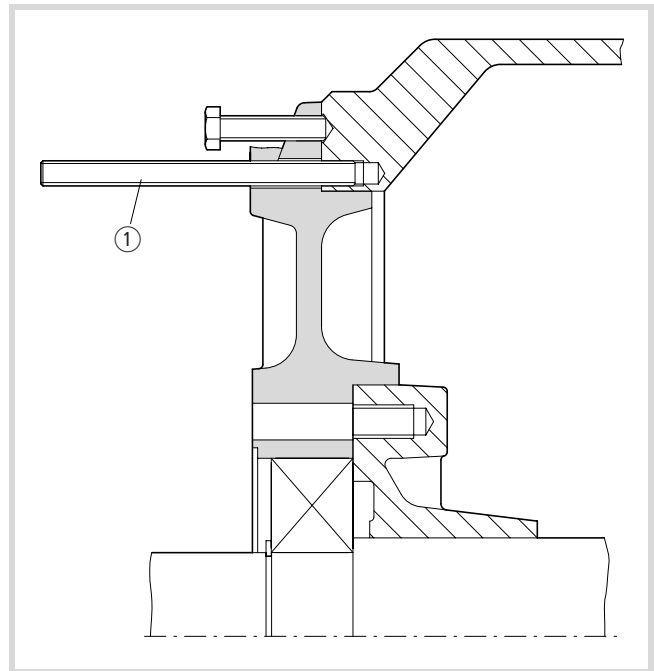

Figure 10 : Extraction du flasque du roulement
- ▶ Bloquez le flasque en insérant par exemple des goujons ① dans les trous des vis.
- ▶ A l'aide des trous de passage des vis vérins, sortez le flasque du centrage de la carcasse et du roulement (→ fig. 10).